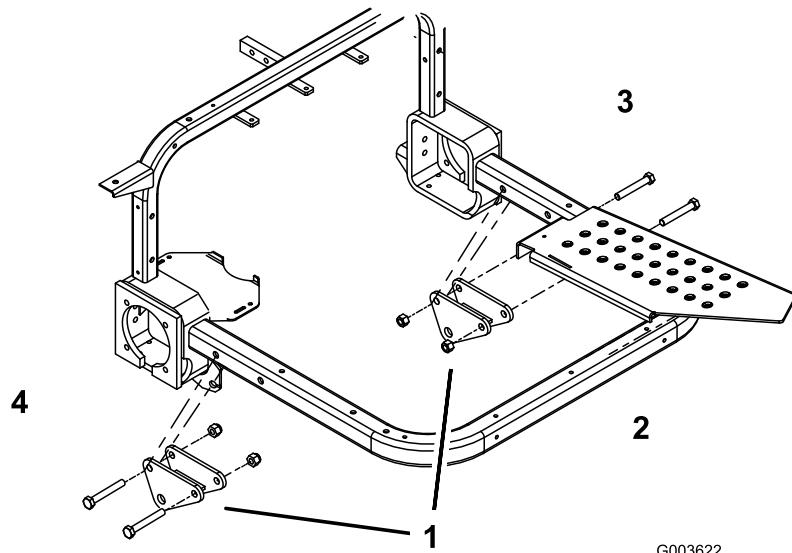

图 10
2. 使用 2 个螺栓 $\frac{1}{2} \times 3\frac{1}{2}$ 英寸和锁紧螺母 $\frac{1}{2}$ 英寸将安装支架组件松散地固定到左右脚踏管。调整安装支架组件和螺栓的位置如图 10 所示。